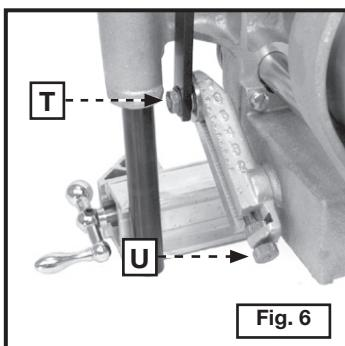

Fig. 6
Para ajustar la escpleadora para el largo del corte vea la Fig. 6. Afloje la tuerca de la clavija de cigüeña (T) y ajuste la perilla (U) hasta que la marca deseada de graduación se alinee con la línea de la arandela indicadora de la clavija de cigüeña. Si es difícil darle vuelta a la perilla de ajuste (U), gire la cigüeña (E) Fig. 8, hasta quitar la mayoría de la tensión. Apriete bien la tuerca de la clavija de cigüeña (T), Fig. 6.